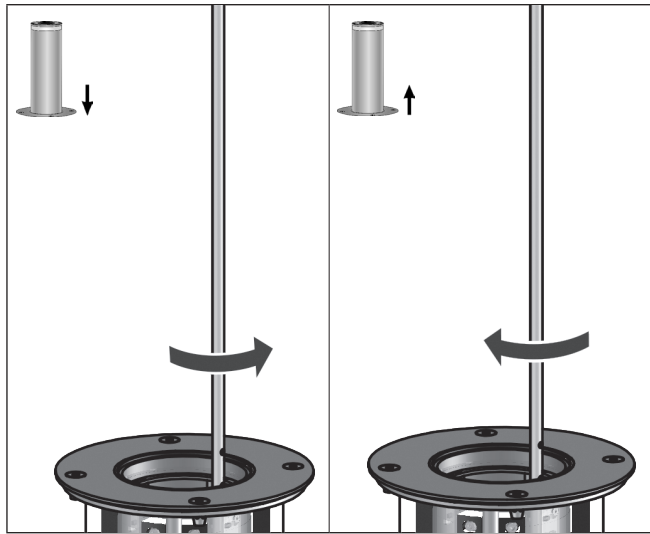

Abb. 3
3. Drücken Sie den Schlüssel hinein und fixieren Sie ihn an der Stange. (Abb. 3).